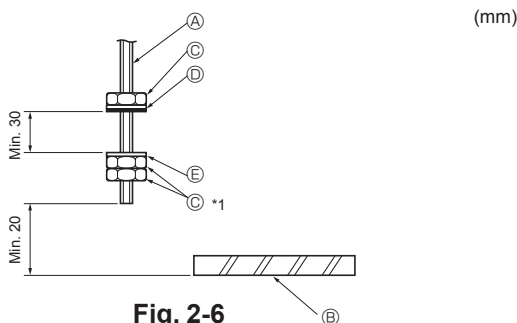

Fig. 2-6
- ① Boulons de suspension M10 (3/8") (non fournis)
2.4. Méthodes de suspension de l'appareil (Fig. 2-6)